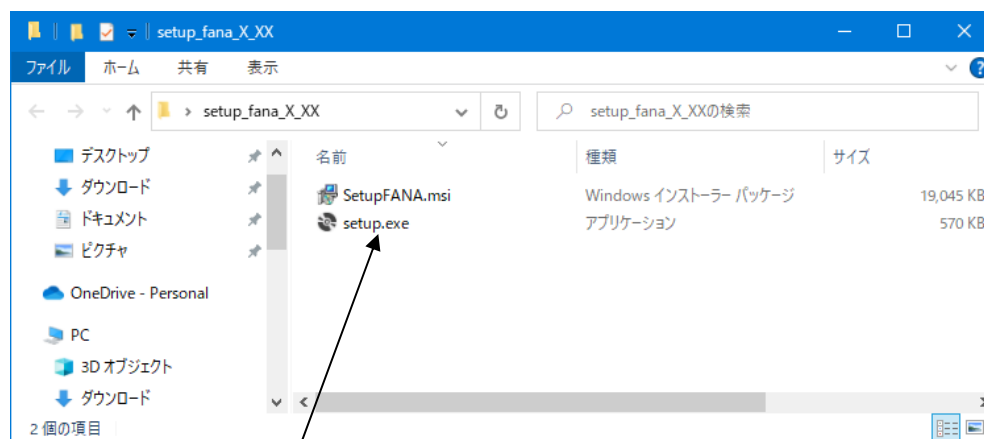

図1
- (1) Windows を起動させ、他のアプリケーションプログラムが起動されていないことを確認のうえ、インターネットからダウンロードした圧縮ファイル（setup\_fana\_X\_XX.zip）を解凍します。解凍したフォルダー（setup\_fana\_X\_XX）内の[setup.exe]（図 1-①）をダブルクリックします。※ファイル名、フォルダー名の「X\_XX」は、バージョンにより変わります（例：「6\_19」など）。